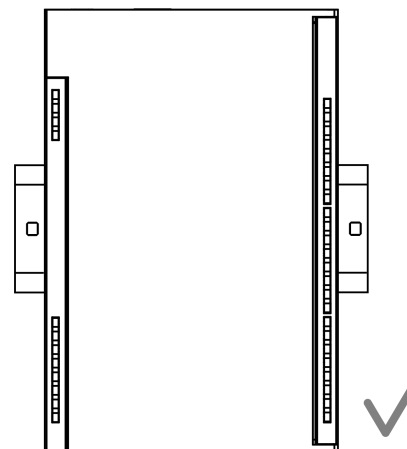

Рисунок 4.1 – Правильний монтаж
2. Закріпити пристрій на DIN-рейці або на вертикальній поверхні за допомогою гвинтів (див. рисунок 4.1).